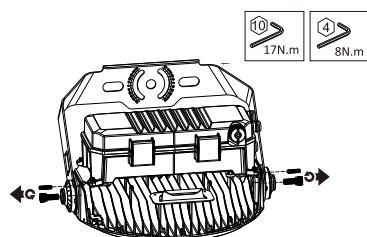

Fig. 18
1. Retirez les boulons du montage à étrier de chaque côté (Fig. 18).